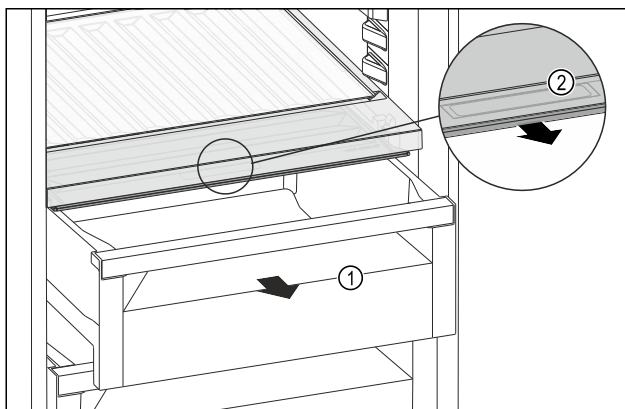

Fig. 128
- Estrarre il cassetto Fig. 128 (1).
- Afferrare la maniglia incassata Fig. 128 (2) sul coperchio dello scomparto e tirare allo stesso tempo in avanti il coperchio dello scomparto.